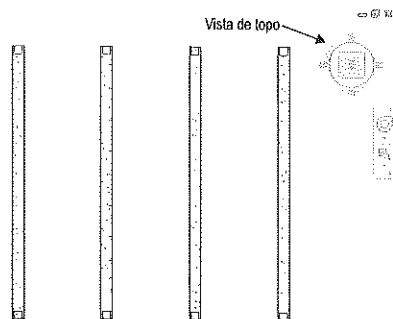

Figura 10.49 – Vista de topo em 3D para copiar.
- **Snap 3D:** ativa o **Snap** em 3D; útil para desenhar vigas em telhados ou inclinadas em modo 3D, Figura 10.49.
A melhor vista para copiá-las sem ter de alterar a **Faixa da vista** da planta é a 3D de topo, Figura 10.49. Selecione a vista 3D e depois clique no **ViewCube** na parte do topo, como mostra a figura. O **ViewCube** é estudado em detalhes no Capítulo 18, referente à visualização em 3D e renderização.